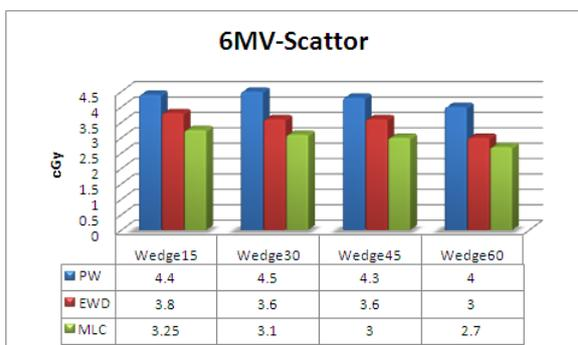

Fig.6 6MVにおけるWedge角度毎の散乱線量
- 各Wedge照射の散乱線量の結果をFig.6~7に記す-